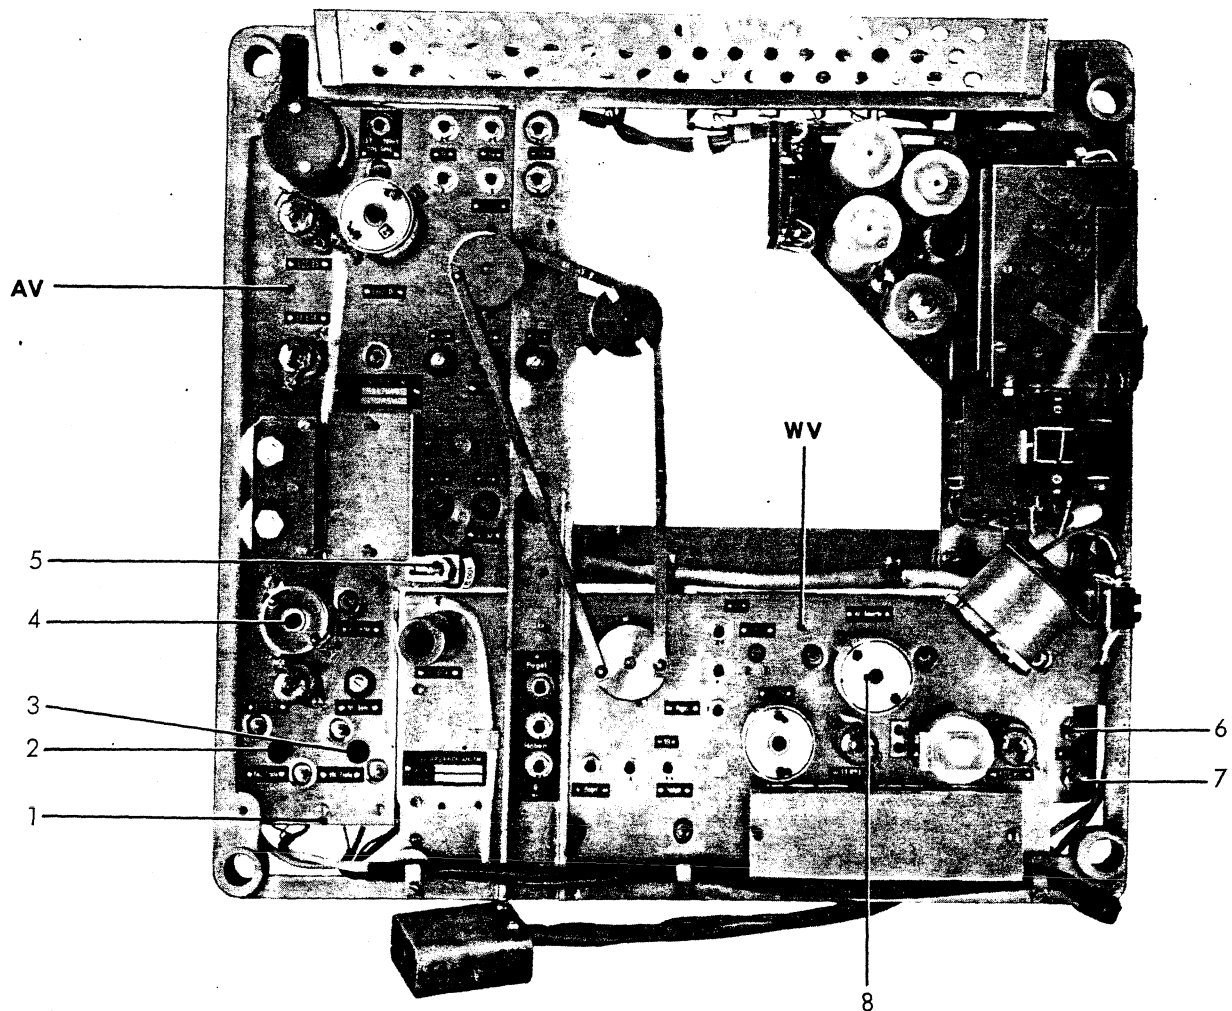

Bild 3: Messungen an Aufsprech- u. Wiedergabeverstärker
Die Meßgeräte: J 77, oder Röhrenvoltmeter, werden wegen der erforderlichen Vorverstärkung von 40 dB am Ausgang eines Spannungsverstärkers, z. B. V76 betrieben. Es ist zu beachten, daß mit dem J 77 nach DIN 45510 gemessen wird. Abgleich der Heizsymmetrie für den AV siehe Bild 3, Pos. 5, Schaltbildzeichen: 74.
Vor dieser Messung muß der **Aufsprechverstärker** (AV) in dem bis zu diesem Abschnitt beschriebenen Umfang eingemessen sein. Der Abgleich des Minimums wird am 80.KHz-Sperrkreis, Bild 3, Pos. 8, (Schaltbildzeichen 156) vorgenommen.